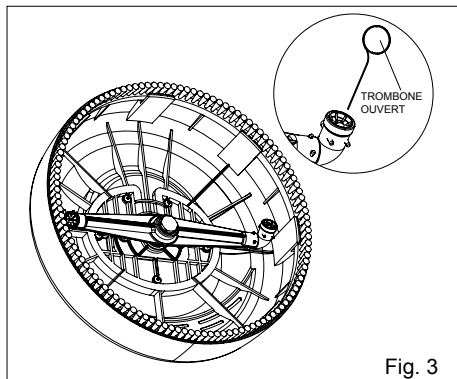

Fig. 3
- If striping or swirl marks occur, slow your pace. If striping or swirling continues, the surface cleaner nozzle(s) may be clogged. Disconnect surface cleaner from pressure washer spray wand before servicing. Using a straightened paper clip or nozzle cleaning tool (not provided), free any foreign materials clogging or restricting the nozzle. (See Fig.3)
- En cas de marque en forme de bandes ou de tourbillon, ralentissez la cadence. Si celles-ci persistent, cela indique qu'une ou plusieurs buses sont bouchées. Déconnectez le nettoyeur de surface de la lance de pulvérisation du nettoyeur à haute pression avant tout nettoyage. En utilisant un trombone ou un outil de nettoyage pour buse (non fourni), délogez les objets étrangers pouvant boucher ou réduisant l'efficacité des buses. (Voir la Fig.3)